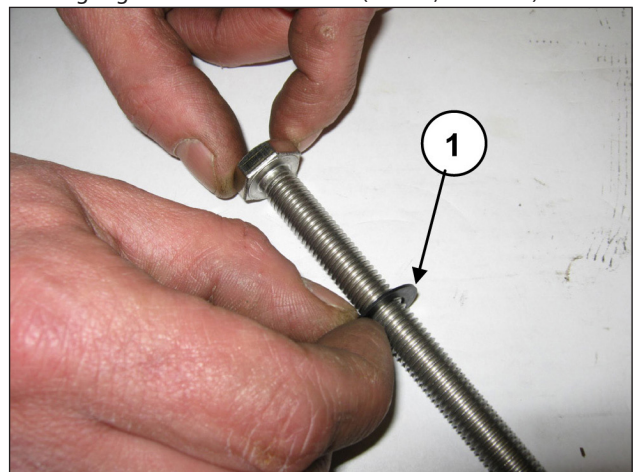

Abb. 176
Setzen Sie die Unterlegscheibe $\text{\O}10 \times 18 \times 0,9$ auf die Befestigungsschraube des Kolbens (Pos. ①, Abb. 176).